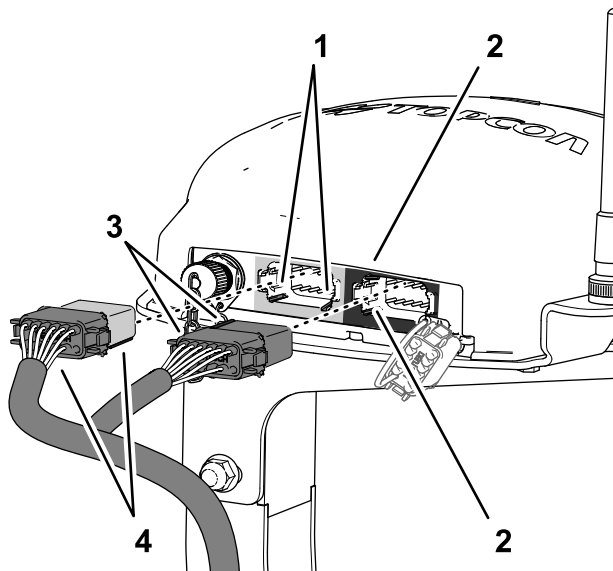

図 198
灰色 12 ピンコネクタの底部の水平面にある2本のスロットに合わせて接続する図 198。
- データ用ハーネスの灰色と黒色の12 ソケットコネクタを、ナビゲーション受信機の左側灰色12ピンコネクタに接続する。カチッと音がしてロックするまで押し込むこと図 198。
- データ用ハーネスの黒色の 12 ソケットコネクタの短い方の側にある2本の整列キーを、ナビゲーション受信機の右側黒色 12 ピンコネクタにある2本のスロットに合わせて接続する図 198。
- データ用ハーネスの灰色と黒色の12 ソケットコネクタを、ナビゲーション受信機の左側灰色12ピンコネクタに接続する。カチッと音がしてロックするまで確実に押し込むこと図 198。